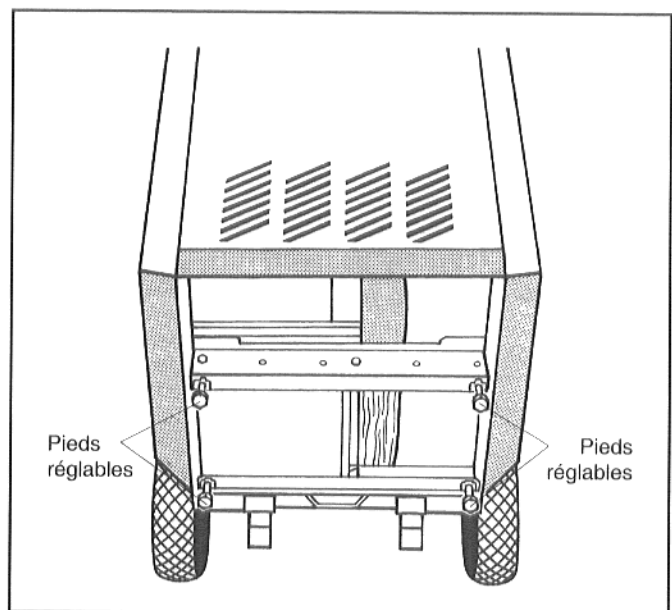

Fig. 4 : socle de la chaudière
- Visser par dessous les quatre pieds réglables, en laissant une garde de 5 à 10 mm, dans les taraudages des traverses du socle de la chaudière (fig. 4).